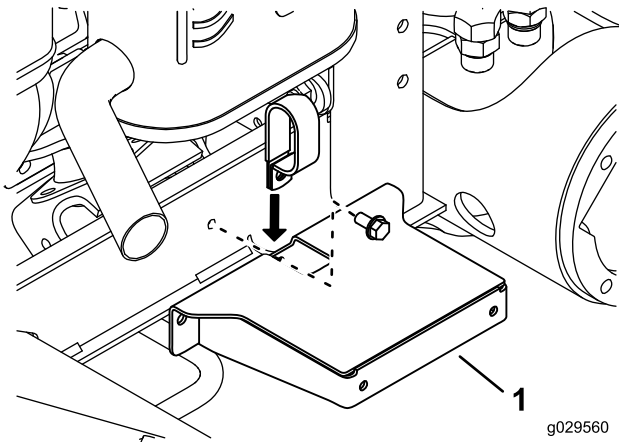

Figure 3
2. Insérez le bas du collier dans la fente située au sommet du support d'aile (Figure 3).
8. Montez le collier de flexible et le support d'aile sur le profilé du cadre en serrant légèrement le boulon et l'écrou (voir Figure 3).